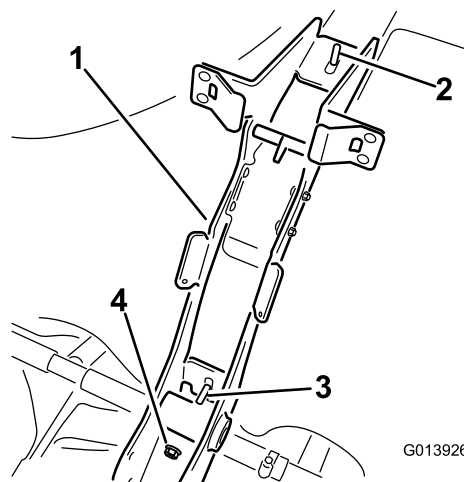

Figure 4
8. Fixez le cadre porteur principal à la sangle de la cuve au moyen de 2 écrous à embase (3/8 - 16 po) (Figure 4).